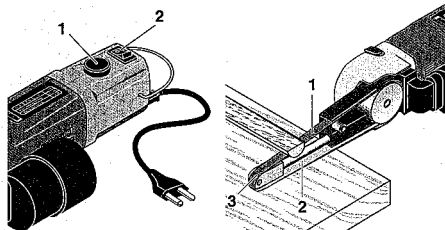

Fig. 2
1. Gerät am Schalter 2 (Fig. 2) einschalten und die Arbeit entsprechende Drehzahl am Knopf 1 einstellen.
1. Switch unit on at switch 2 (Fig. 2) and adjust the speed at knob 1 in accordance with the operation.